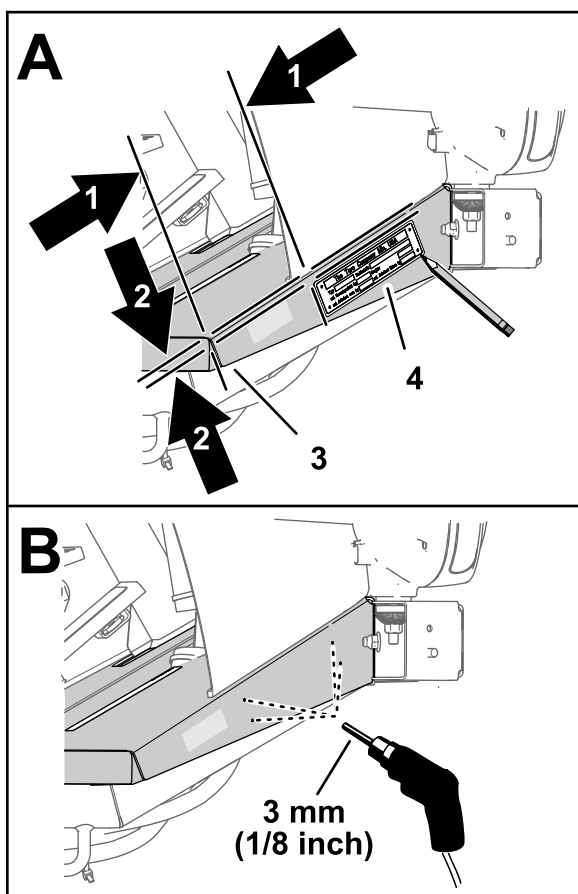

Figure 62
1. Placez le bord gauche de la plaque signalétique à 150 mm du coin gauche du profilé de plancher, comme montré à la Figure 62.
2. Placez le bord supérieur de la plaque signalétique à 150 mm du haut du plancher, comme montré à la Figure 62.
3. Repérez au crayon l'emplacement des trous de la plaque signalétique sur le profilé de plancher (Figure 62).
5. Percez 4 trous de 3 mm aux emplacements marqués au pointeau (Figure 62).